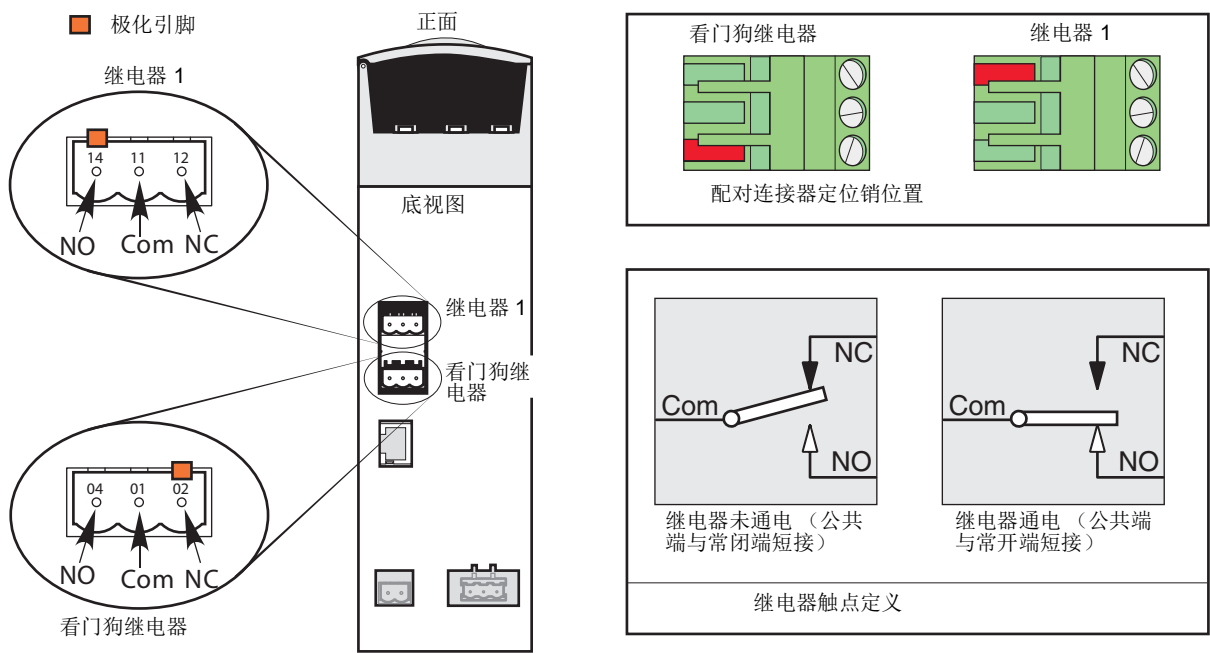

图 10 继电器连接器位置与引脚定义
“看门狗”继电器接至驱动模块底部的连接器 (图 10)。
该继电器为标配，位于看门狗继电器旁（图 10）。继电器线圈的通电 / 断电由软件控制，用户可完全配置。术语“常开 (NO)”和“常闭 (NC)”均指继电器处于失电状态时的触点状态。若加装可选 I/O 模块，最多可额外提供三个继电器（参见图图 10）。